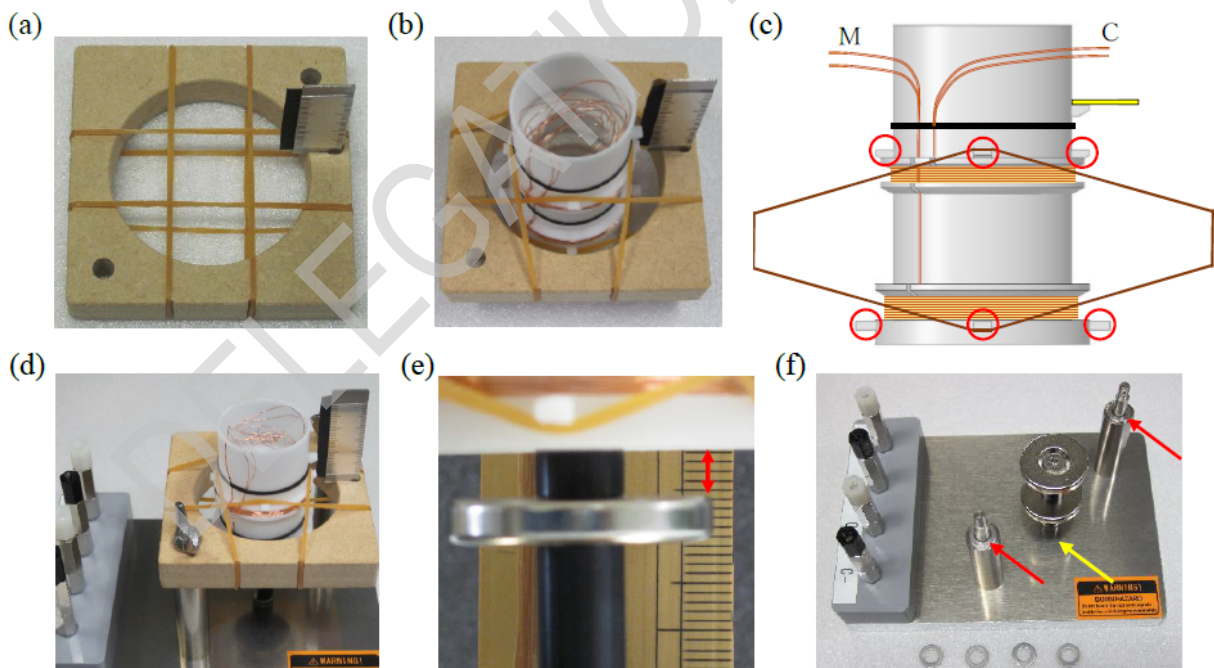

Рисунок 3: Сборка осциллятора.
1. Снимите опору осциллятора с монтажной пластины. Оберните четыре резинки вокруг неё в виде сетки (см. рис. 3(a)).
2. Вставьте цилиндрический осциллятор со стороны шкалы в квадратное отверстие между перекрещенными резинками. Разместите выводы проводов не с той стороны цилиндра, где находится шкала. (рис. 3(b)).
3. Осциллятор предназначен для подвешивания на опоре с помощью четырех резинок и восьми маленьких крючков (обведены красным на рис. 3(c)). При правильной сборке одна петля резинки образует усеченный ромб с двумя крючками выше и ниже уровня поддержки на виде сбоку.
4. Прикрепите опору осциллятора к монтажной пластине двумя гайками. Шкала должна стоять вертикально сверху, а не со стороны крепежных стоек (рис. 3(d)).
6. Основная катушка в состоянии покоя должна располагаться посередине двух магнитов. Это можно проверить измерив расстояние между верхней поверхностью нижнего магнита и нижней поверхностью осциллятора от 3 до 5 мм (рис. 3(e)). Красная стрелка. Если оно маленькое, поместите шайбы между стойкой монтажной пластины и опорой (рис. 3(f), красные стрелки). Если оно большое, поверните стойку магнита, чтобы снять ее, и добавьте шайбу под стойку (рис. 3(f), желтая стрелка).
1. Найдите и осторожно потяните соответствующую пару проводов, ведущих к основной (M) и контрольной (C) катушкам (рис. 3(c)) из внутренности осциллятора (рис. 3(b)). Проверьте, зачищена ли изоляция со свободных концов.